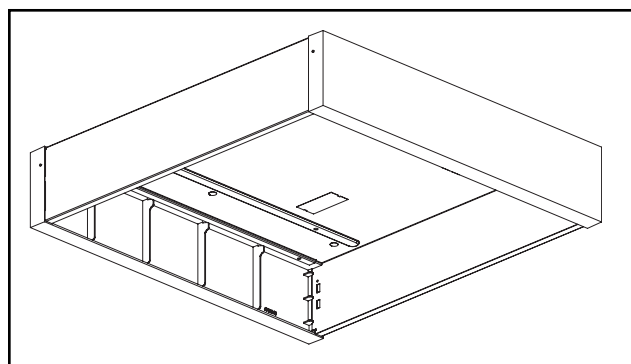

Figure 1.
1. À l'aide des dimensions appropriées et des attaches fournies décrites dans les emplacements du trou/de la plaque d'accès (Schéma 1 et 2), ébauchez dans la boîte de jonction et fixez sans serrer le cadre du montage à la surface au plafond. Assurez-vous que le cadre est carré avant de fixer complètement le cadre au plafond. Vous pourrez effectuer les réglages une fois que le cadre est fixé (voir figure 1).